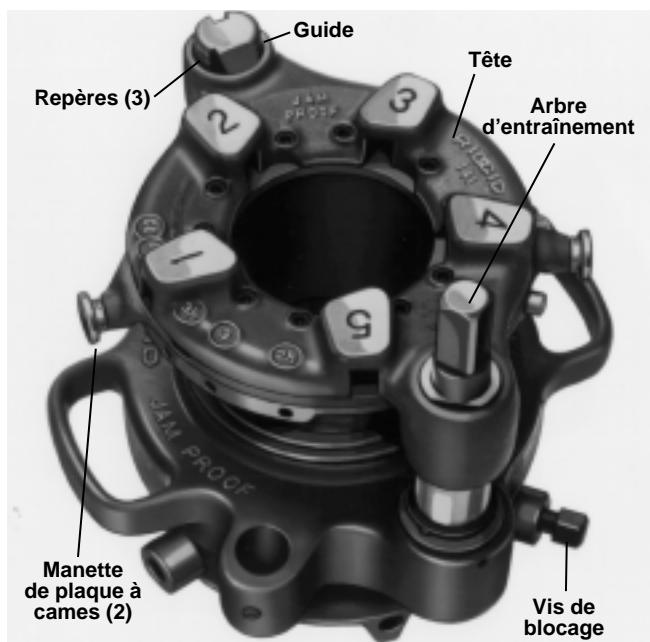

Figure 20 – Filière à réduction N° 141 avec arbre d'entraînement vers le haut (idem filière N° 161)
7. Serrez la vis de blocage de la bride de soutien (*Figure 20*) à fond.
4. **141 et 161** – Desserrez la vis de blocage (*Figure 20*) et tournez la bride de soutien jusqu'à la position **OPEN** (ouvert).
2. Tirez les manettes (*Figure 20*) de la plaque à cames et tournez la plaque jusqu'au repère en tête de la filière qui correspond à la section de tuyau voulue. Lâchez les manettes lorsque les broches de positionnement s'introduisent dans les trous de la plaque de sélection.
2. Retirez les manettes (*Figure 20*) et tournez la plaque à cames jusqu'au repère "CD" qui se trouve en haut de la tête de filière.